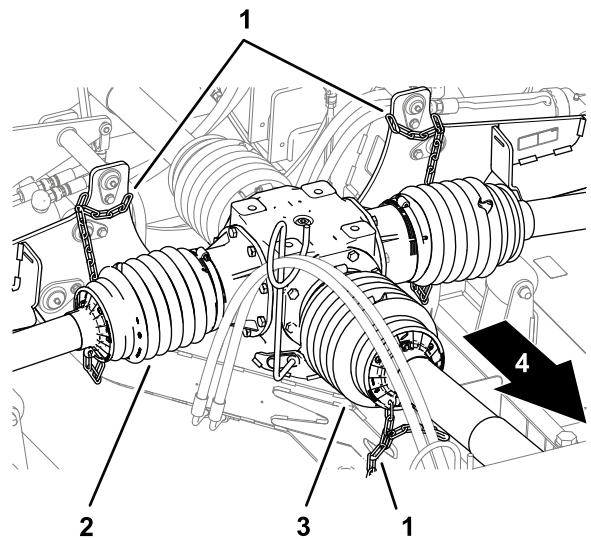
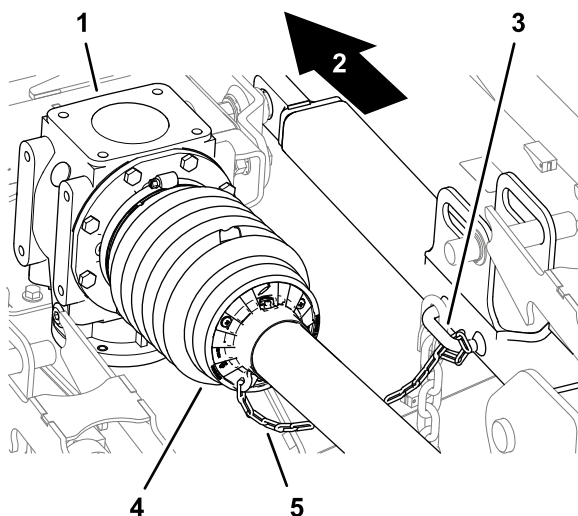

Figura 18
Figura 21
6. Controllate che la catena di fissaggio sia collegata alla protezione dell'albero della PDF posteriore, alle protezioni dell'albero di trasmissione e al telaio del tosaerba (Figura 18 e Figura 21).